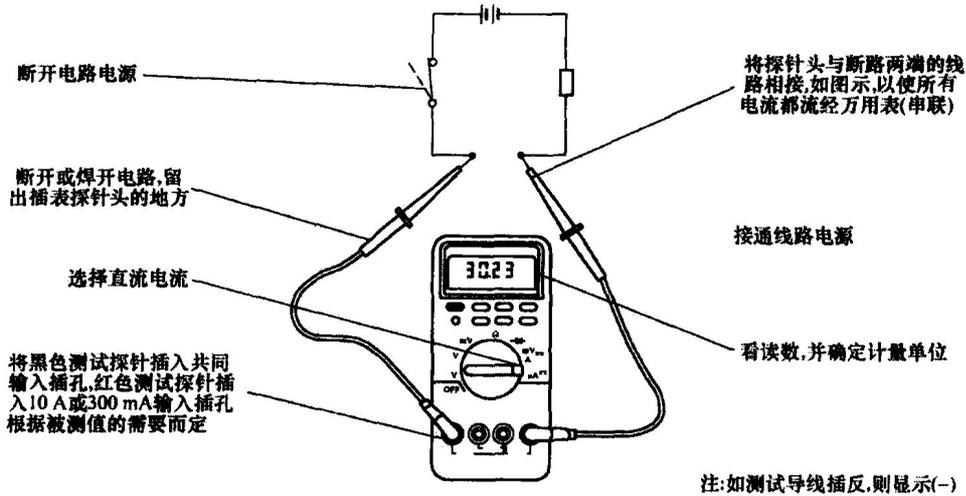

图 1-10 数字万用表测量电流
(7)用数字式万用表测量电流 用数字式万用表测量电流与测量其他参数不同,电流是串联测量,而电压或电阻是并联测量。要测量的全部电流都流经电流表,而且测试导线必须插进万用表的不同输入插孔。如图 1-10 所示,为数字式万用表与电源(蓄电池)串联测量电流。